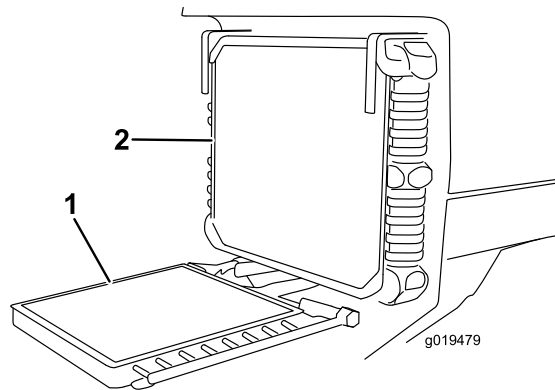

図 71
3. オイルクーラのノブをゆるめてクーラを後ろに傾ける（図 71）。オイルクーラとラジエターの裏表を圧縮空気ですべて丁寧に清掃する。水を使用しないこと。フードを明け、機体後部に向けてゴミを吹き飛ばす。清掃が終了したらオイルクーラを元に戻しノブを締める。